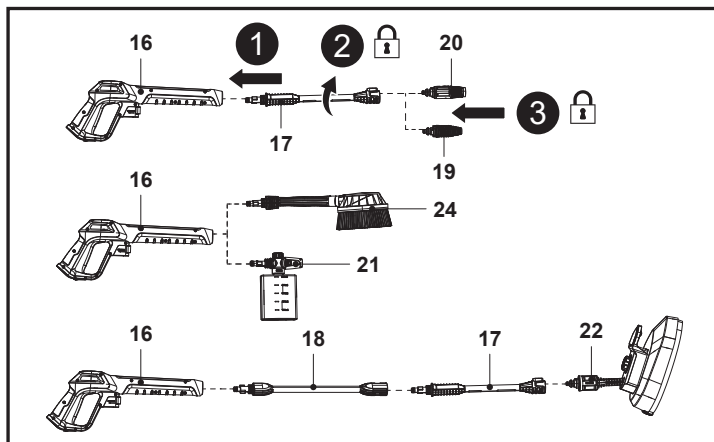

Fig. 5
1. Aliniază și introdu extensia de lance (17) în locul de pe pistolul pulverizator (16) (fig. 5, pasul 1).
2. Apasă și rotește manual extensia de lance (17) în sens orar pe pistolul pulverizator (16) ca să o strângi (fig. 5, pasul 2).
3. Aliniază cele două proeminențe de pe duză cu fantele de pe extensia de lance (17), apoi introdu duza turbo (19) sau duza reglabilă (20) până la capăt (fig. 5, pasul 3).
4. Aliniază cele două racorduri ale duzei pentru recipientul cu detergent (21) sau ale periei rotative (24) cu pistolul pulverizator (16), apoi apasă și rotește accesoriul cu mâna în sens orar până se fixează în poziție.
5. Poți să montezi peria de curățat terase (22) pe extensia de lance (17), apoi să montezi ansamblul direct pe pistolul pulverizator (16) sau cu tija extensibilă (18).